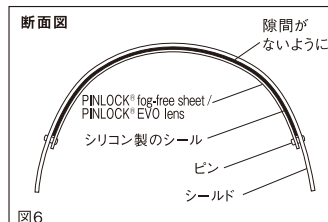

図6
②-4 次に、PINLOCK® fog-free sheet/PINLOCK® EVO lensの保護フィルムを全て剥がします。
③シールドをヘルメットに取り付け、PINLOCK® fog-free sheet/PINLOCK® EVO lensのシリコンシールが全周にわたって、シールドに密着していることを確認します(図6)。隙間がある場合は次項の「PINLOCK® fog-free sheet/PINLOCK® EVO lensの調整」を参照し調整します。